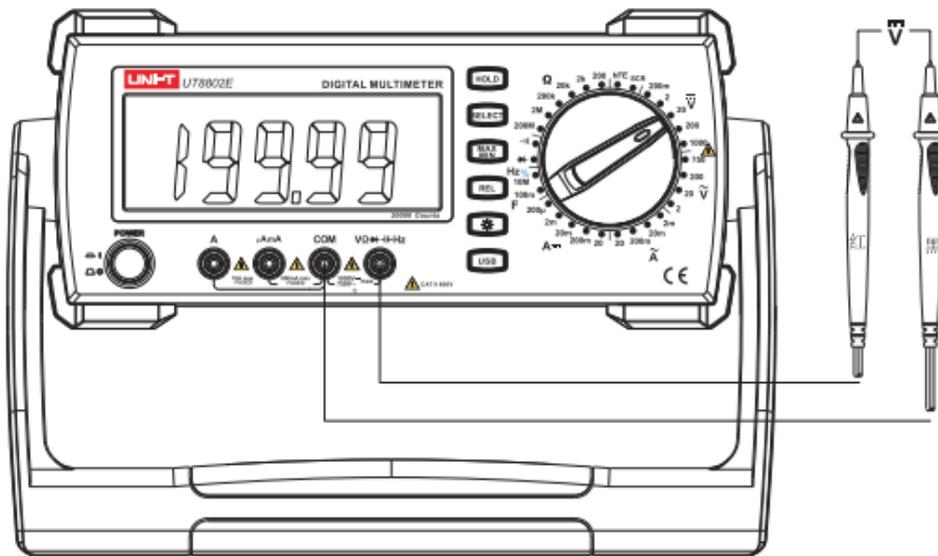

Abbildung 1
1. Messung der Gleichspannung (siehe Abbildung 1)